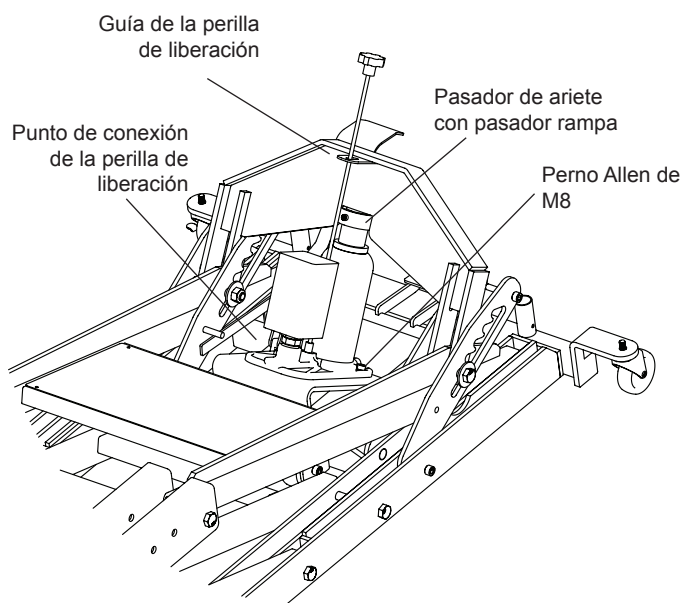

Figura 2: conjunto de la unidad hidráulica
1. Coloque la unidad hidráulica en el receptor y fíjela con los pernos de M8 x 1,25 provistos (ref. figura 2).
5. Instale la manija de posición en el bastidor y fíjela con los pasadores provistos (2).